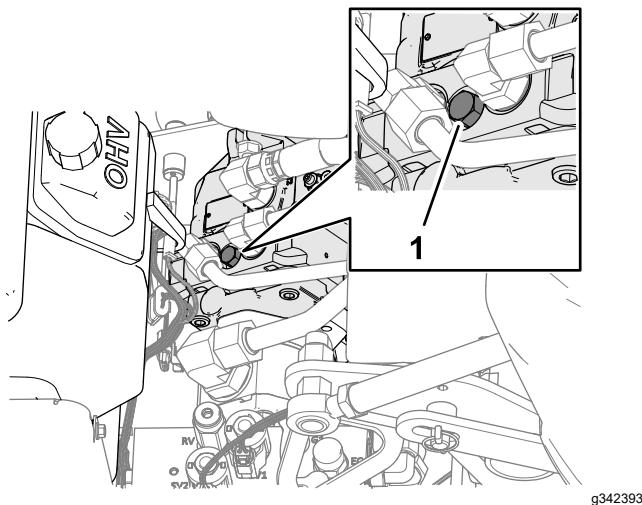

Figura 116
4. Individuate la copertura della vite della valvola di bypass tra il motore e la pompa idraulica, come mostrato nella Figura 116.